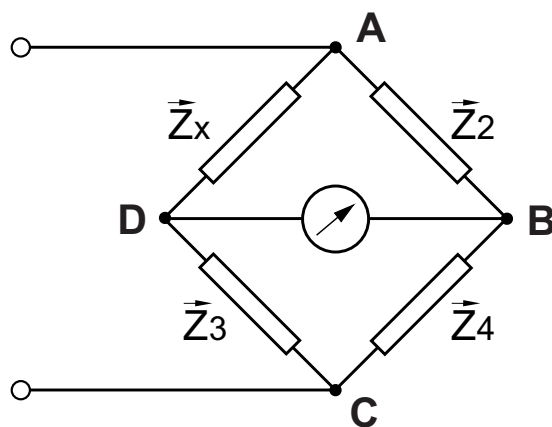

Abb. E10-3: Brückenschaltung zur Messung von Wechselstromwiderständen
Bei der Wheatstoneschen Brücke (Abb. E10-3) wird eine Kompensationsmethode mit Normalwiderständen und Normalkapazitäten oder -induktivitäten angewandt. Ist der Nullzweig der Brücke stromlos (d.h. Punkt B und D liegen auf gleichem Potential), so sind
- a) Für die erste Schaltung gilt mit den Bezeichnungen von Abb. E10-3 nach Gl. (E10-8)